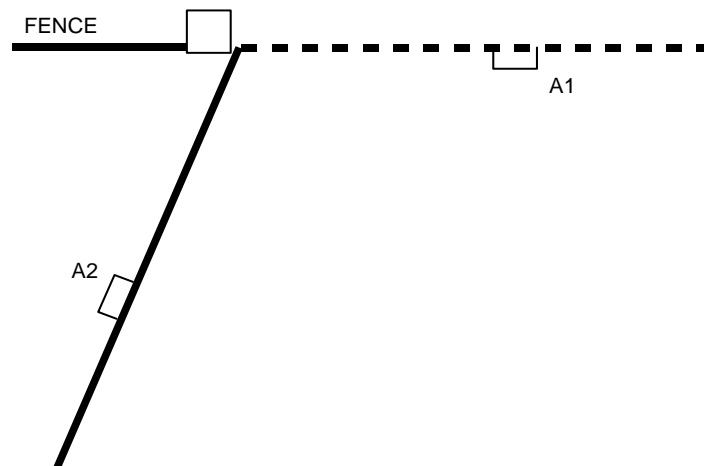

Figura 22
3. Haga pivotar el portón a la posición abierta deseada. Éste puede ser menos que 90° o 90° o mayor que 90° (máximo 120°). Con el portón en la posición deseada, marque un segundo punto en la tierra directamente bajo el centro del soporte del portón. Etiquete este punto A2 (Figura 22).